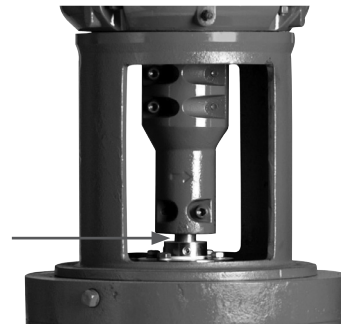

Figure 30a — Point de mesure de l'espace
37. Vérifier l'espace entre le bas de l'accouplement et la garniture mécanique (fig. 30a). S'il dépasse 0,005 po, la position de l'accouplement doit être réglée, et c'est généralement plus efficace par l'extrémité à quatre vis.
38. Reposer les deux (2) carters d'accouplement.